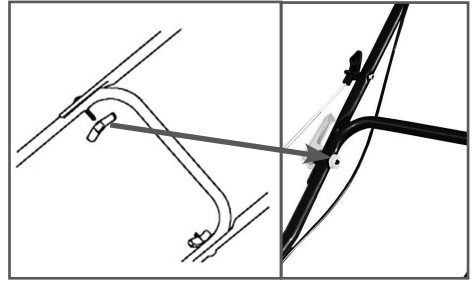

Рис.3 Установка рабочей рукоятки
5. Соедините верхнюю часть рабочей рукоятки с нижней частью и закрепите ее болтами с барашковыми гайками (Рис. 3). Проверьте установку троса выключения двигателя, он не должен быть пережат.